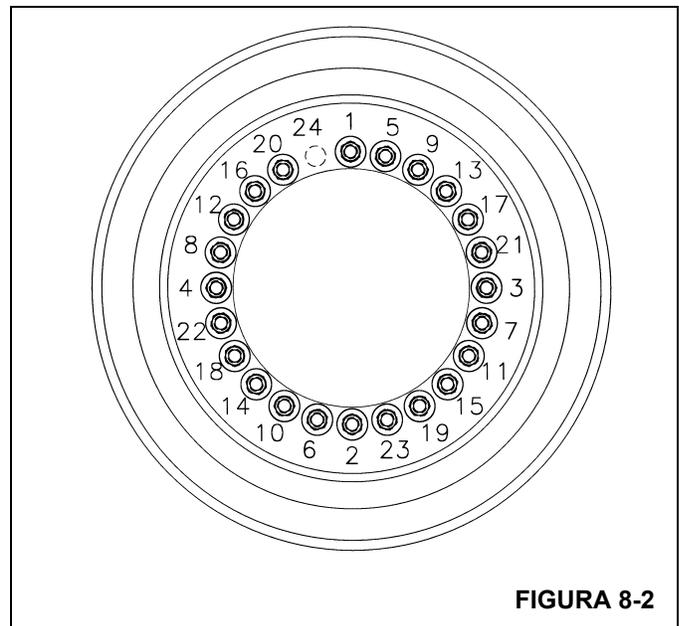

FIGURA 8-2
2. Coloque el conjunto de rueda en los espárragos de montaje. Instale las tuercas de rueda y apriételas a 50 lb-pie (68 Nm) siguiendo la secuencia que se ilustra en la Figura 8-2.
4. Continúe apretando las tuercas de rueda a un valor de 340 a 360 lb-pie (461 a 488 Nm) siguiendo la secuencia ilustrada en la Figura 8-2.